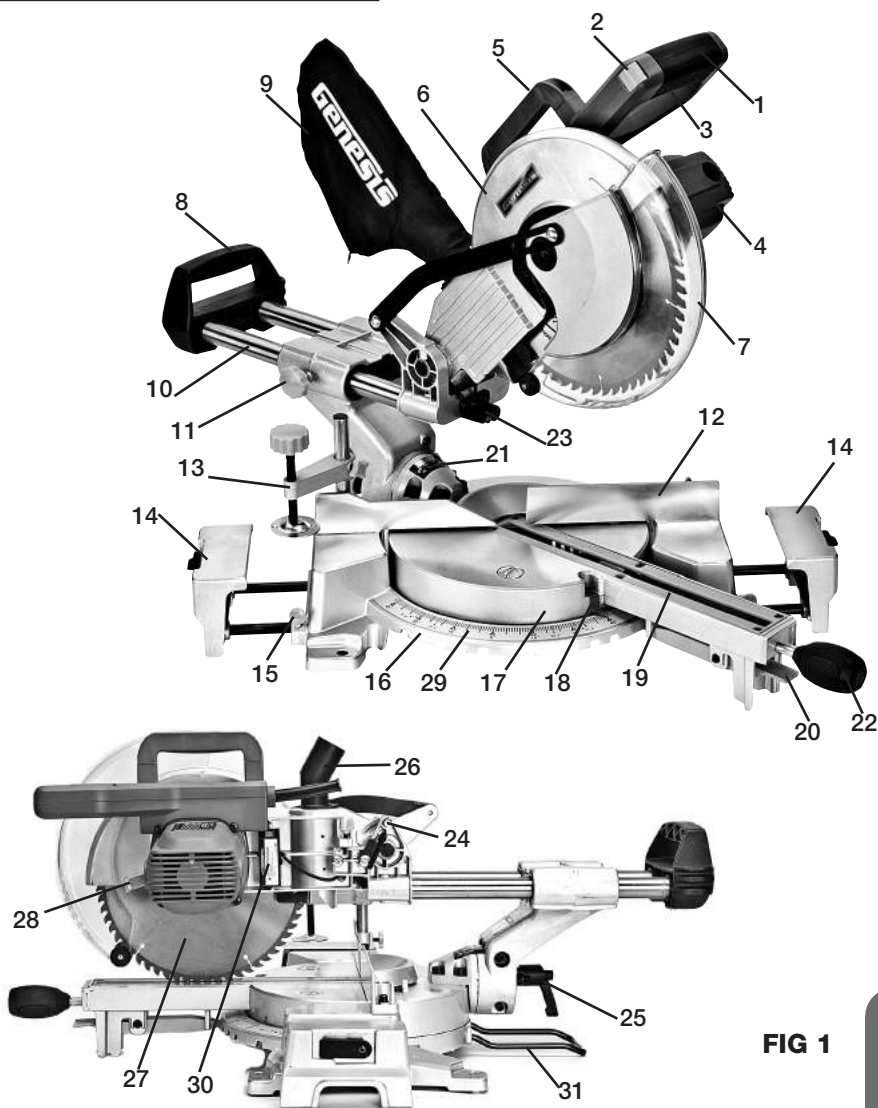

FIG 1
3. Uso del mango de transporte (5 y 8-FIG 1) levante cuidadosamente la sierra a partir de la caja y colocarlo en un nivel de superficie de trabajo.
4. La sierra ha sido enviado con la sierra cabeza bloqueado en la posición abajo. Para liberar la sierra cabeza, empuje en la parte superior de la sierra cabeza, tire del pasador de bloqueo (24 -FIG 1), girar un cuarto de vuelta y dejar ir, Levante lentamente la cabeza de sierra.